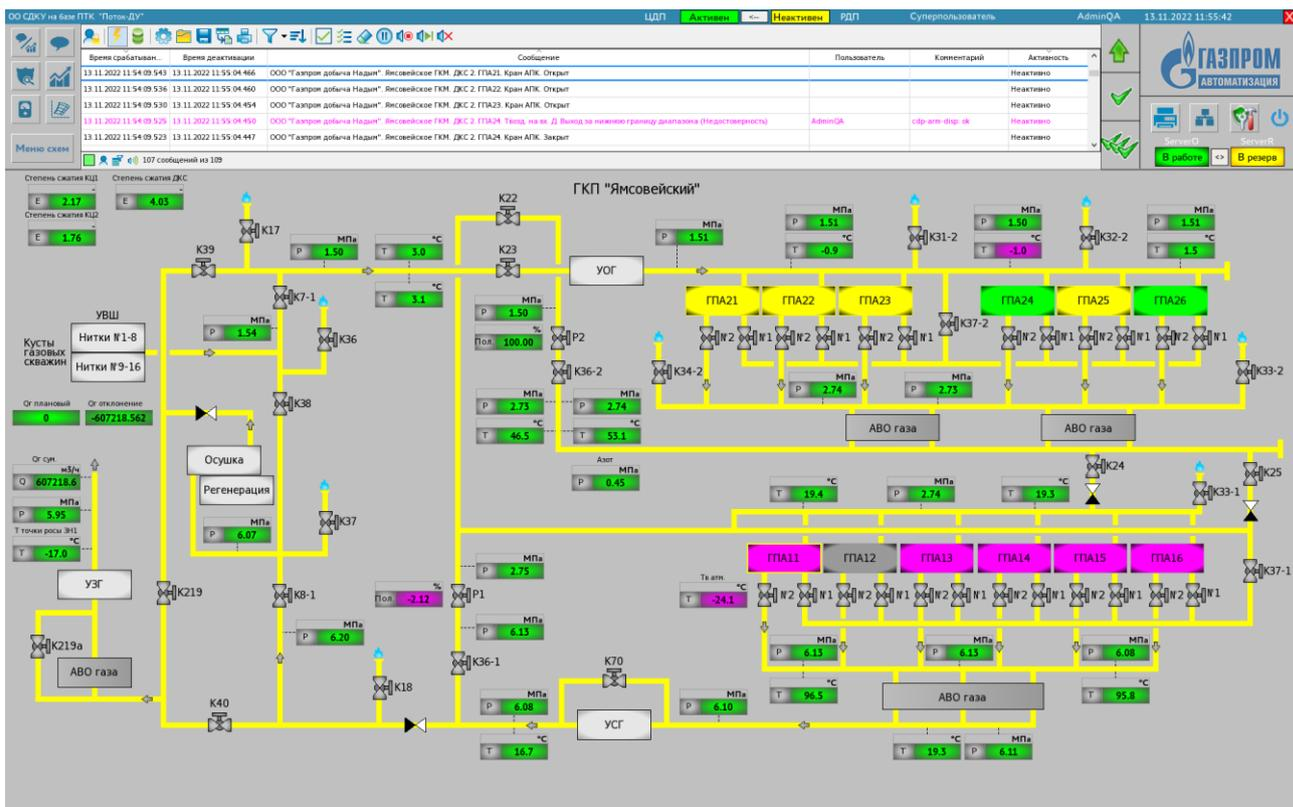

Рисунок 7 – Экран третьего уровня - мнемосхема Ямсовейского ГКП
- третий уровень – мнемосхема уровня месторождения/промысла, в данном случае Ямсовейского ГКП (см. Рисунок 7). Отсюда можно перейти на мнемосхемы технологических объектов с отображением технологических параметров и состояния исполнительных механизмов (ИМ).